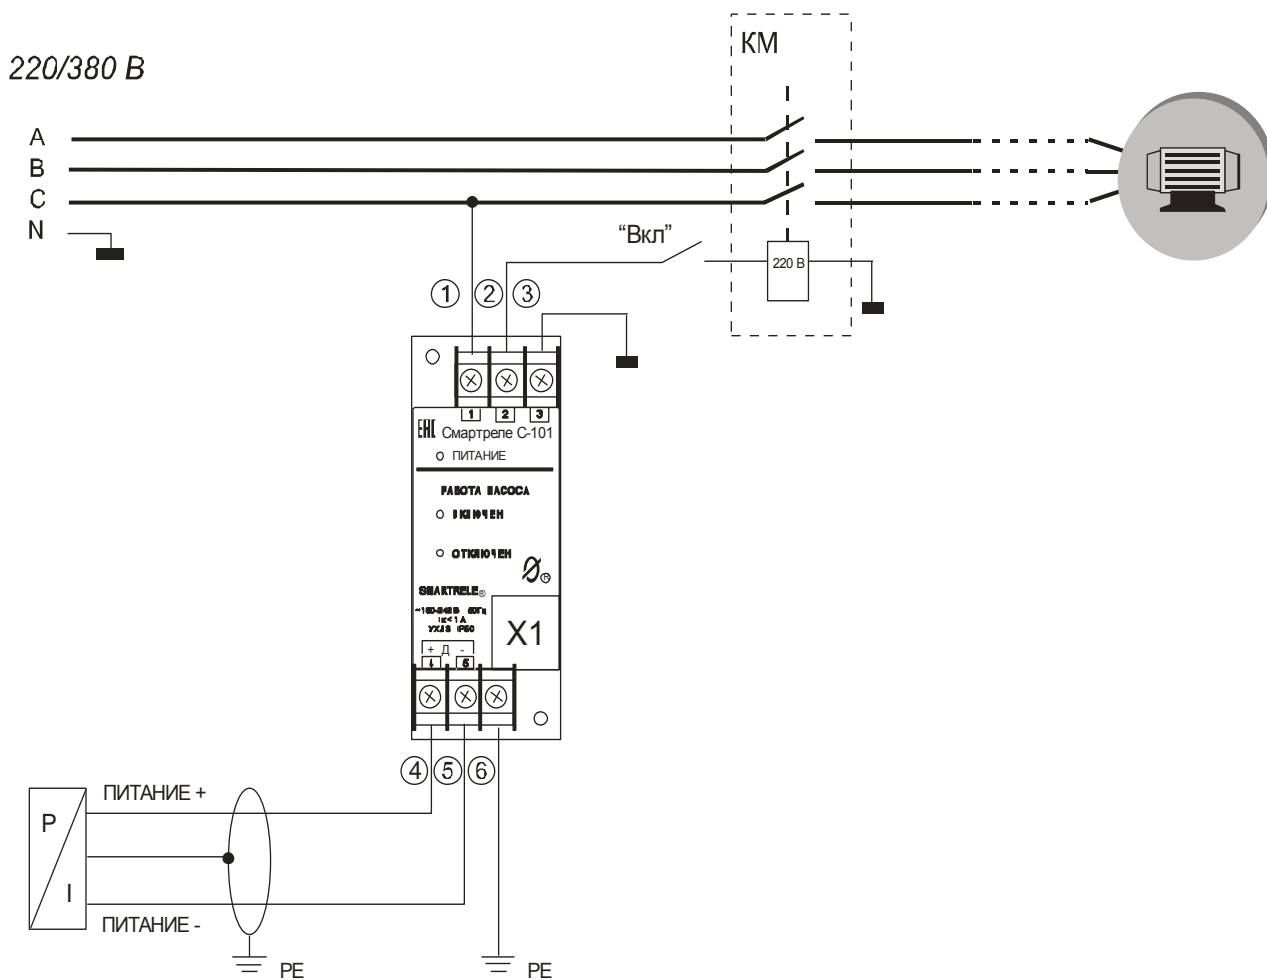

Рисунок 2 – схема включения реле СМАРТРЕЛЕ С-101 в систему управления электродвигателем насоса
7.2 Подключение реле типа С-101 производится в соответствии со схемой рис.2.